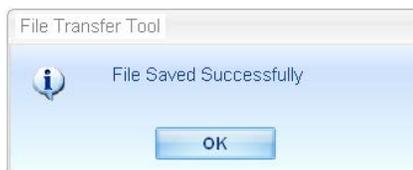

Abbildung 3-5: Dialog bei erfolgreicher Übertragung
8. Nach dem erfolgreichen Abschluss der Dateiübertragung erscheint ein Popup-Fenster (Abbildung 3-5), das die erfolgreiche Übertragung bestätigt. Schließen Sie diesen Dialog durch Klick auf „OK“, um zum Bildschirm **Home** zurückzukehren.